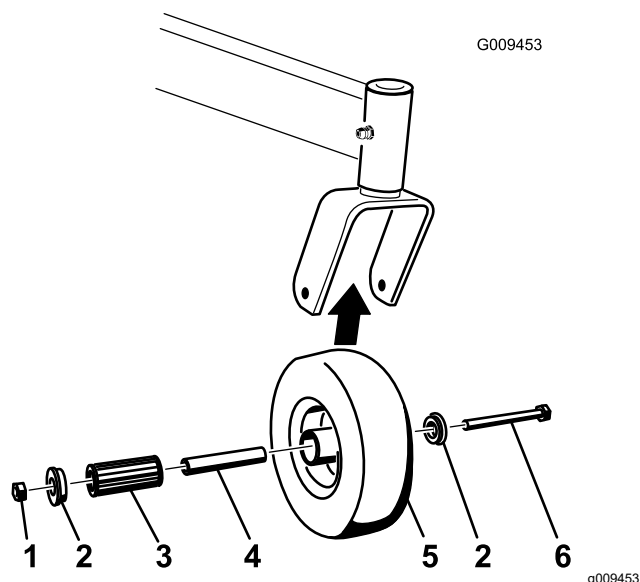

Figura 48
1. Togliete il dado di bloccaggio e il bullone della ruota che sostiene la ruota orientabile sulla forcella orientabile (Figura 48).
2. Togliete una boccola, quindi estraete la boccola distanziatrice e il cuscinetto a rulli dal mozzo della ruota (Figura 48).
3. Togliete l'altra boccola dal mozzo della ruota e pulite via l'eventuale grasso o sporcizia presenti sul mozzo della ruota (Figura 48).
Nota: Sostituite eventuali parti danneggiate o usurate (Figura 48).
5. Collocate una boccola nel mozzo della ruota (Figura 48).
6. Lubrificate il cuscinetto a rulli e la boccola distanziatrice e fateli scorrere nel mozzo della ruota (Figura 48).
7. Posizionate la seconda boccola nel mozzo della ruota (Figura 48).
8. Montate la ruota orientabile nella sua forcella e fissatela con il bullone della ruota e il dado di bloccaggio (Figura 48).
9. Serrate il dado di bloccaggio finché la boccola distanziatrice non arriva a toccare la parte interna delle forcelle orientabili (Figura 48).